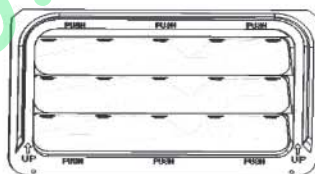

图 2-4-2 后通风口拆卸示意图
- (1) 先通过产品正面上的“↑ up”标识识别上下端, 避免上下装反; 左右通用; 如图 2-4-2 所示